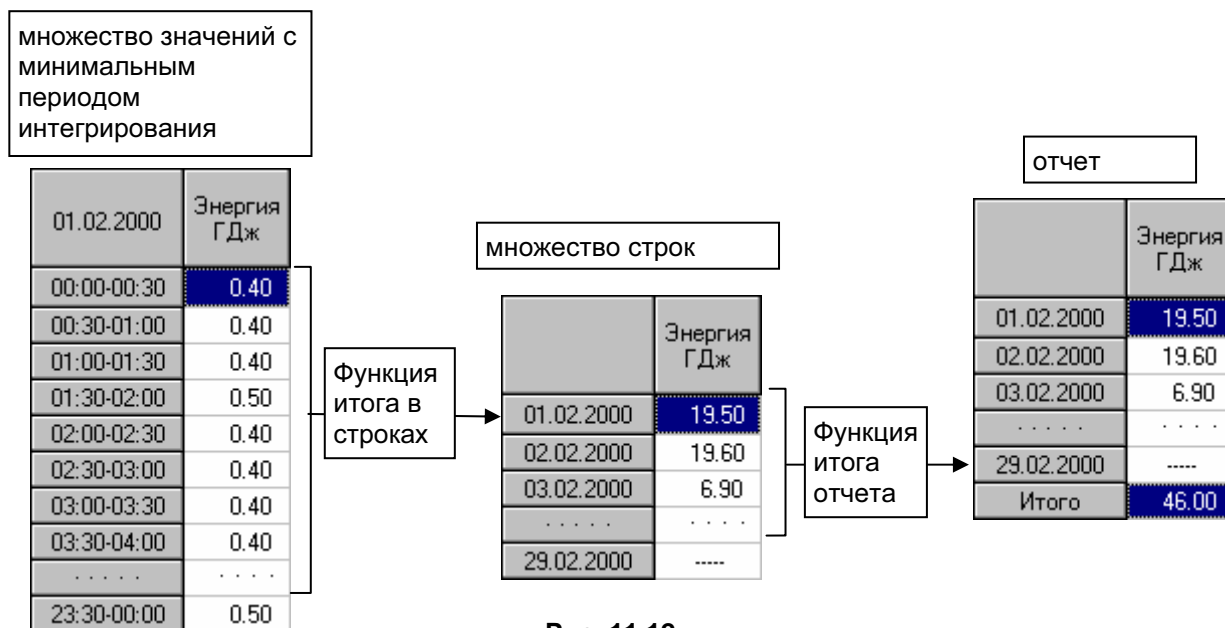

Рис. 11.12
**Функция итога** отчета применяется к множеству значений колонки в строках отчета. Результат функции помещается в итоговую строку отчета (Рис. 11.12).